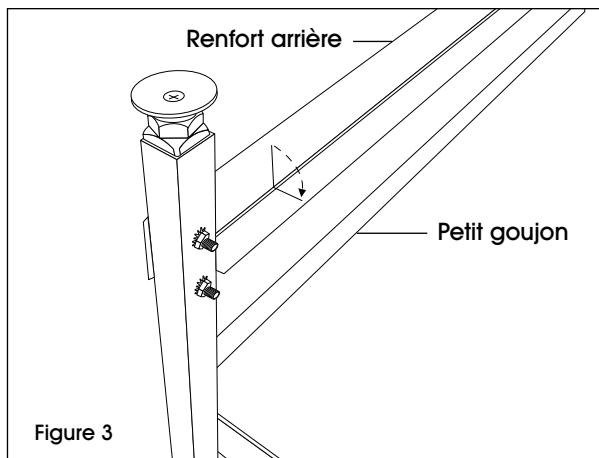

Figure 3
4. Ensuite, fixez le renfort arrière se prolongeant de l'arrière d'un pied à l'autre à l'aide de boulons hexagonaux de 1/4 – 20 x 2 po. Fixez à l'aide de rondelles et d'écrous. (Voir Figure 3)